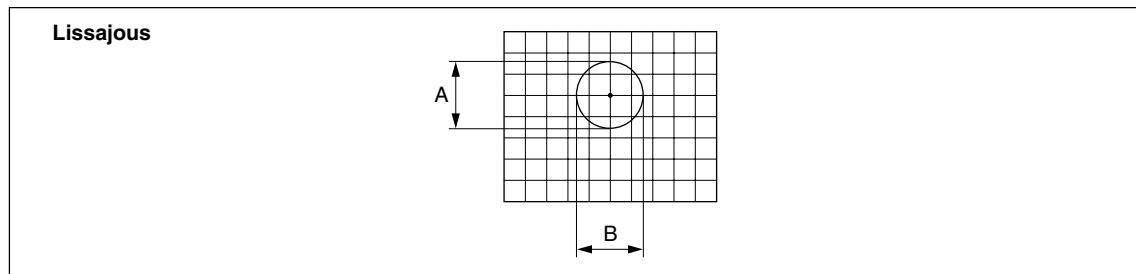

Abb. 3-16
- 5** Verschieben Sie den Maßstab und vergewissern Sie sich, dass die Amplituden A und B (siehe Abb. 3-16) der Lissajousfigur über die gesamte Maßstabslänge innerhalb des Bereichs der angegebenen Werte liegen.